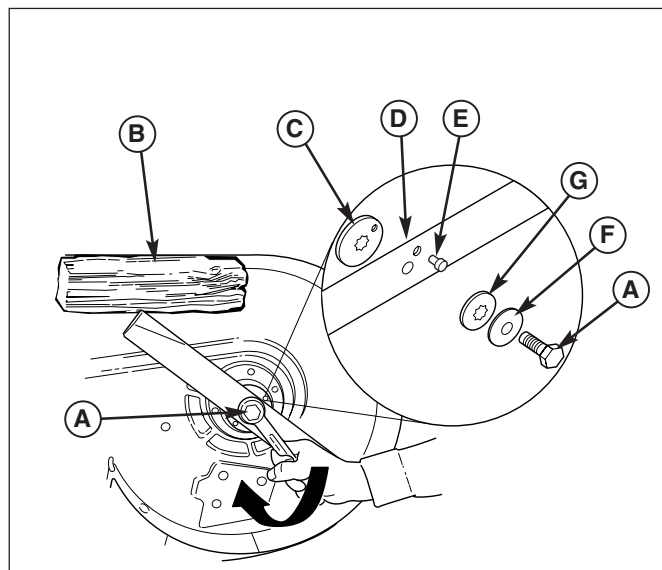

Figure 36. Installation de la lame
Modèles de 102 cm : Veiller à ce que les lames soient perpendiculaires l'une à l'autre comme l'indique la figure 36. Si ce n'est pas le cas, effectuer la procédure de synchronisation des lames de tondeuse figurant dans cette section. Remonter la rondelle cannelée (G), la rondelle élastique (F) et le boulon de fixation (A). Bloquer la lame avec une cale en bois (B) pour l'empêcher de tourner et serrer le boulon de fixation (A) à 61-75 Nm.
4. Retirer le boulon de fixation (A, figure 36), la rondelle élastique (H), la rondelle cannelée (G) et la rondelle plate (F).
5. Retirer la goupille de positionnement (E, figure 36). Faire tourner la lame (D) à la main jusqu'à ce que les lames soient perpendiculaires l'une à l'autre comme l'indique la figure 37. Il est peut-être nécessaire de retirer et de faire tourner le raccord de lame (C) pour aligner le trou de lame sur le trou de raccord.
6. Remonter la goupille de positionnement (E), la rondelle cannelée (G), la rondelle élastique (F) et le boulon de fixation (A). Bloquer la lame avec une cale en bois (B) pour l'empêcher de tourner et serrer le boulon de fixation (A) à 61-75 Nm.